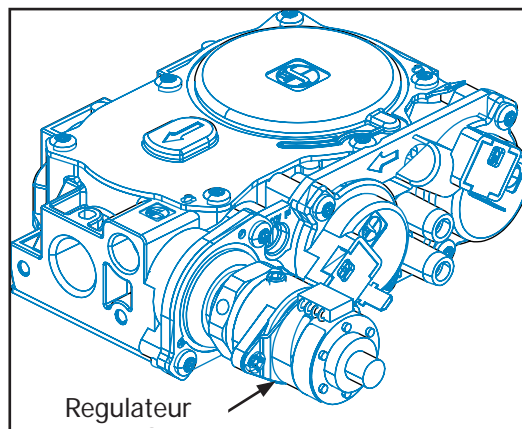

Figure 24: 885 Soupape à gaz
12. Rallumer le pilote et confirmer la flamme correctement la sonde de flamme (couvertres voir la Figure 24). Si le projet pilote nécessitent un réglage, tourner la vis de réglage dans le sens horaire pour diminuer ou vers la gauche pour l'augmenter jusqu'à ce que la flamme correct est atteint.